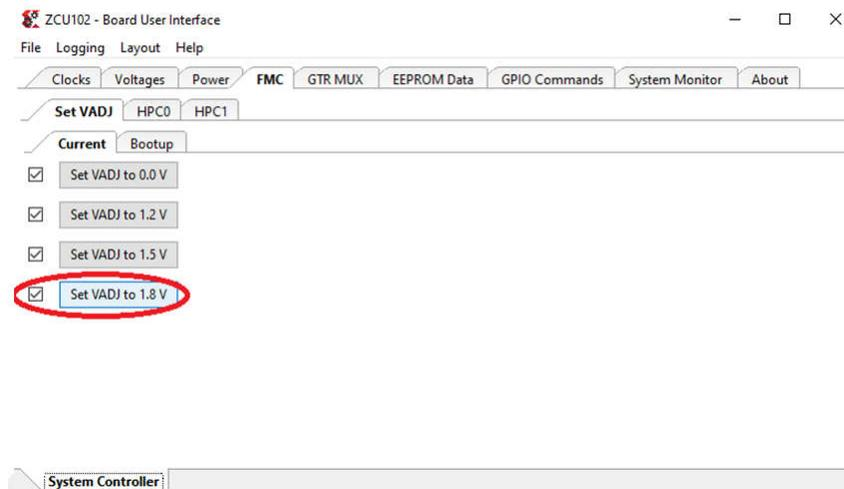

图 14-2. 设置 VADJ
3. 选中 *Set VADJ to 1.8V* 复选框 (请参阅图 14-2)。